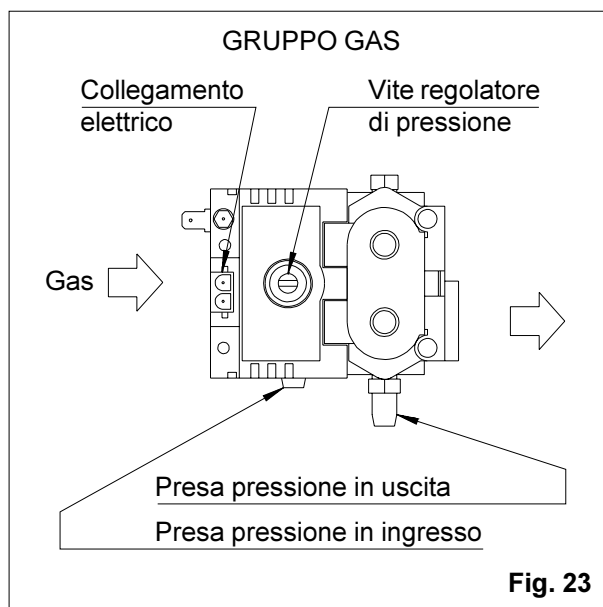

Fig. 23
Inserire il tubetto di un manometro a colonna d'acqua nella presa di pressione in uscita sul gruppo gas (fig. 23) dopo aver svitato di alcuni giri la vite di chiusura. Mettere in funzione il radiatore e verificare che la pressione al bruciatore corrisponda a quella indicata nella tabella dei dati tecnici.
Se la pressione del gas al bruciatore non dovesse corrispondere al valore indicato, agire sull'apposita vite del regolatore di pressione (fig. 23), dopo aver tolto il tappo di protezione, per ottenere il valore stabilito. Ruotando in sen-
- g) inserire il tubetto di un manometro a colonna d'acqua nella presa di pressione a monte sul gruppo gas (*fig. 23*), dopo aver svitato di alcuni giri la vite di chiusura
- g) inserire il tubetto di un manometro a colonna d'acqua nella presa di pressione in uscita sul gruppo gas (*fig. 23*), dopo aver svitato di alcuni giri la vite di chiusura. Verificare che la pressione di alimentazione corrisponda a quella indicata nella tabella dei dati tecnici. Se la pressione del gas al bruciatore non dovesse corrispondere al valore indicato, agire sulla vite del regolatore di pressione (*fig. 23*) per ottenere il valore stabilito. Ruotando in senso antiorario la pressione diminuisce e viceversa aumenta ruotando in senso orario